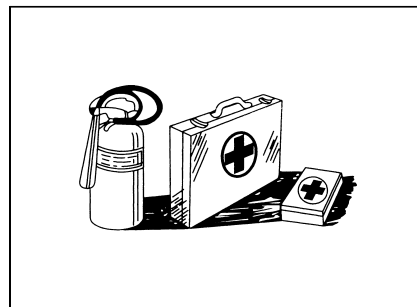

Рис. 1-51
- На рабочем месте следует готовить ящик скорой помощи, который следует регулярно проверять, при необходимости добавить лекарства (рис. 1-51).